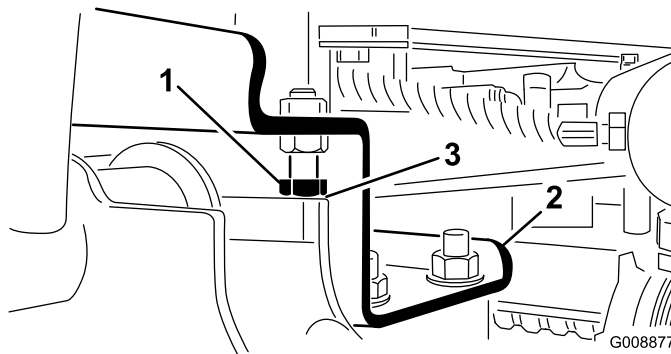

Figura 26
- A. Solte os parafusos de bloqueio e ajuste o cilindro até obter a folga (Figura 26).
- 2. Certifique-se de que a folga entre cada braço de elevação e pino de bloqueio é de 0,13 a 1,02 mm (Figura 26).